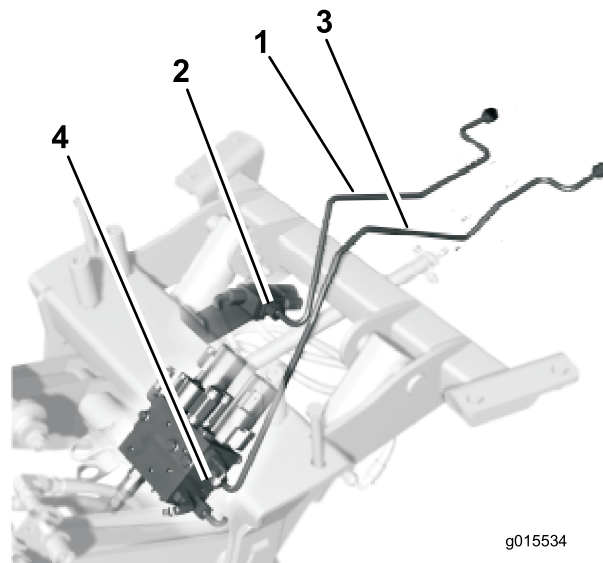

Figura 4
1. Montate il tubo idraulico più corto senza fissarlo al raccordo diritto sulla valvola (Figura 4).
2. Montate il tubo idraulico più lungo senza fissarlo al raccordo diritto sul collettore (Figura 4).
2. Portate il gruppo tubo idraulico più corto (Figura 4) attorno all'asta del controllo di trazione e sopra di essa.